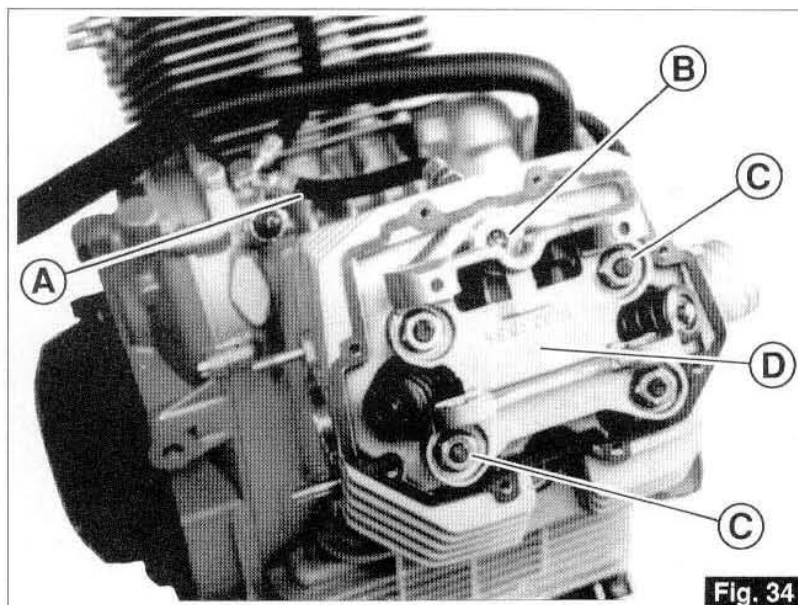

Fig. 34
- Débranchez le tube «A» de refoulement huile aux culasses; dévissez le bouchon fileté «B» et dévissez l'écrou à colonnette sous-jacent et les 5 écrous «C»; ôtez le support des culbuteurs «D» (Fig. 34).
- Die Leitung «A» der Ölzufuhr zu den Zylinderköpfen abnehmen, den Gewindeverschluß «B» aufschrauben, ebenso den darunterliegenden Schraubenbolzen und die 5 Muttern «C» aufschrauben; die Kipphebelhalterung «D» (Abb. 34) abnehmen.